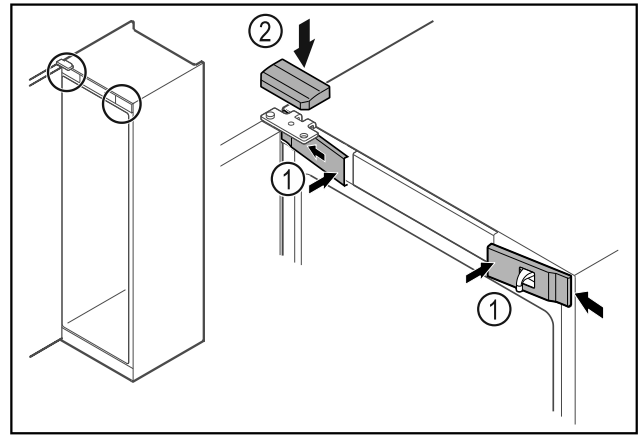

Fig. 47
- ▶ Передні кришки Fig. 47 (1) зачепити збоку та зафіксувати.
- ▶ Зафіксуйте верхню кришку Fig. 47 (2) зверху.